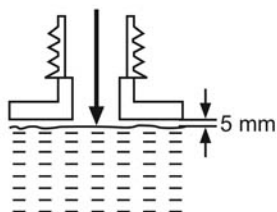

Fig. 11
- > Use apenas a relação de mistura óleo/gasolina indicada. Evite encher o depósito em demasia. Deixe uma folga de, pelo menos, 5 mm entre o combustível e o topo do depósito de combustível [6] para deixar espaço para a expansão (fig. 11).